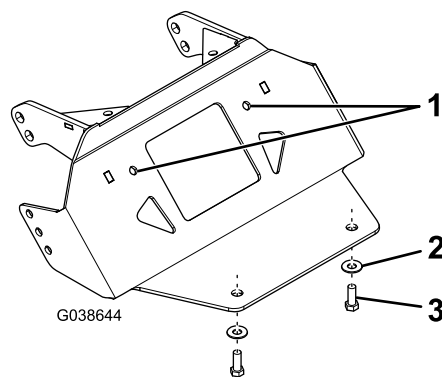

Figure 1
4. Fixez la plaque de protection du chasse-neige au cadre du véhicule à l'aide de 2 boulons ($\frac{3}{8}$ po) et 2 rondelles ($\frac{3}{8}$ po), comme montré à la Figure 1.
5. En vous servant de la plaque de protection du chasse-neige comme guide, percez les 2 trous de 7/16 pouce montrés à la Figure 1.